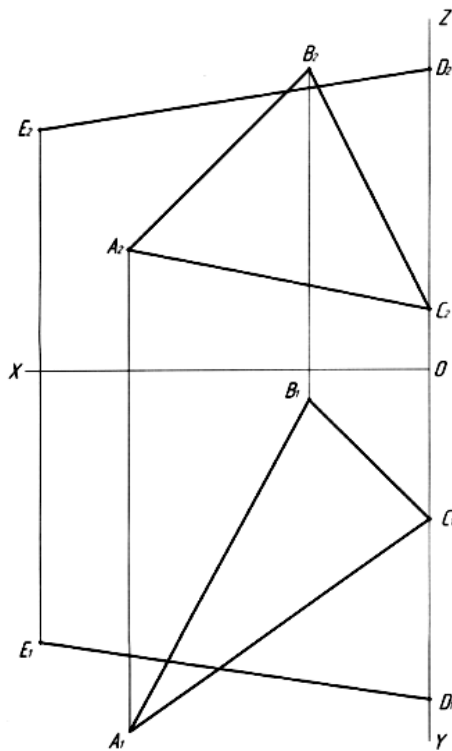

Рис. 1. Построение треугольника  $ABC$  и стороны  $DE$  треугольника  $DEL$  по заданным координатам точек
1. Построить треугольник  $ABC$  и сторону  $DE$  треугольника  $DEL$  по заданным координатам (рис. 1).